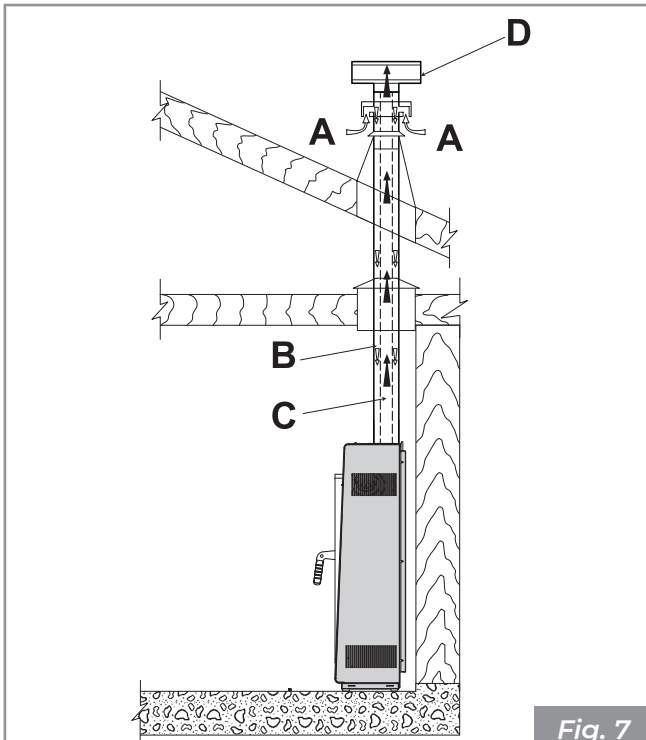
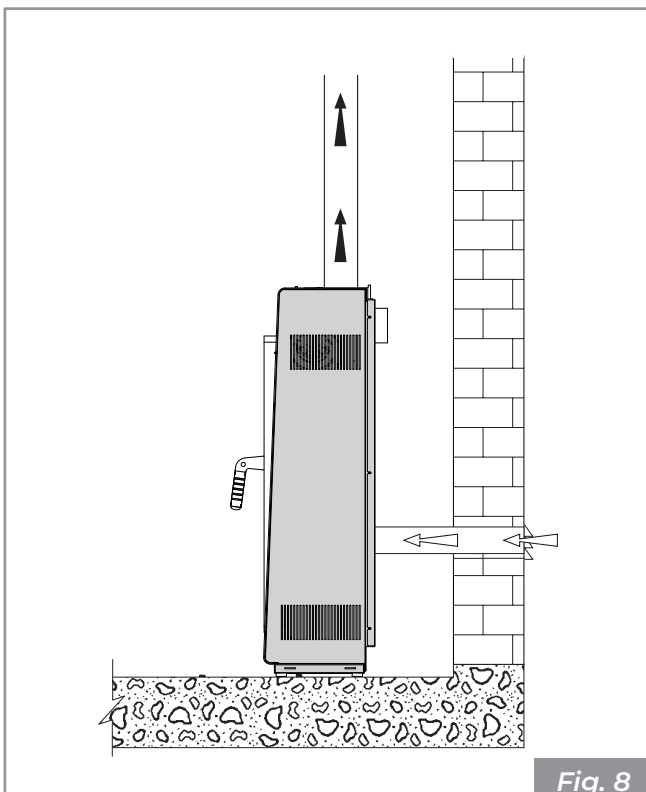

Fig. 7
Fig. 8
- provenire direttamente dall'esterno con collegamento diretto alla camera di combustione (Fig. 7 - Fig. 8).
- canalizzare l'aria comburente sfruttando un tubo di scarico coassiale per l'espulsione dei fumi e il prelievamento dell'aria (Fig. 7 - **A, B** = Ingresso aria, **C, D** = Uscita fumi); pertanto non è necessario fare una classica presa d'aria nel locale;
- collegare l'ingresso dell'aria comburente dell'apparecchio alla presa d'aria con un apposito condotto (Fig. 8).